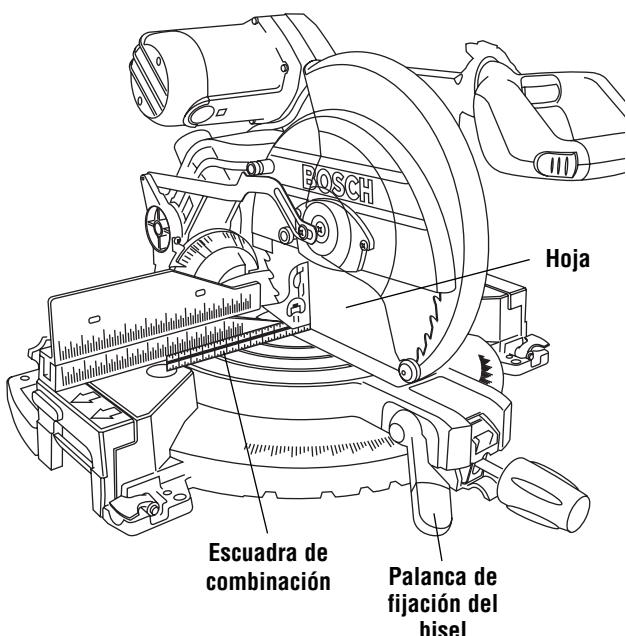

Figura 1. Hoja en ángulo recto con la mesa
- Utilice una escuadra de combinación para comprobar la perpendicularidad de la hoja respecto a la mesa. Coloque la escuadra sobre la mesa y presiónela contra la hoja. Si la hoja no hace contacto con toda la longitud de la escuadra (Figura 1), siga el procedimiento de calibración.